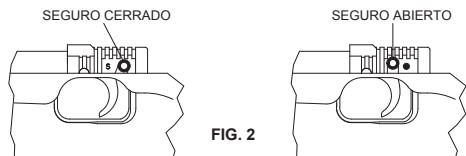

FIG. 2
- Localice el seguro sobre el cajón de mecanismo (Fig. 2).
- El rifle está listo para disparar cuando se haya preparado (ver paso 3) y se encuentre el seguro abierto (Fig. 2).
NOTA: Al preparar su rifle, de manera automática el seguro se pondrá en posición (ver Fig.2). Una vez que se haya preparado el rifle, notará que aparece un punto rojo en el orificio de lubricación (ver Fig. 7).